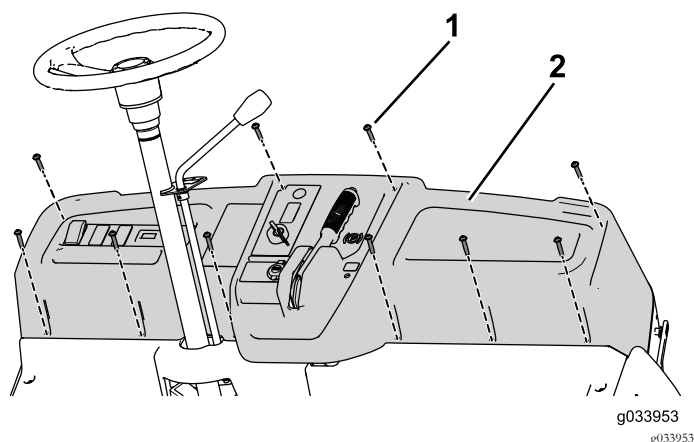

Bild 12
6. Entfernen Sie die zehn Schrauben ($\frac{1}{4}$ " x $1\frac{1}{4}$ "), um das Armaturenbrett teilweise abzunehmen, und bewahren Sie diese auf. Schließen Sie dann die Feststellbremse, Gasbedienung und die Schaltzüge ab (Bild 12).